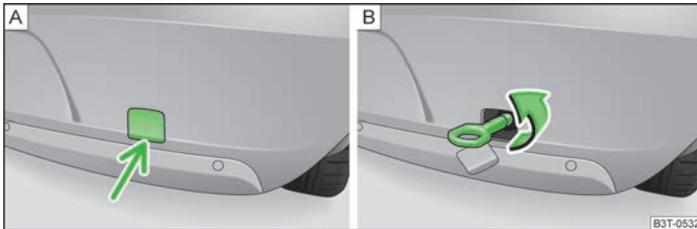

Abb. 182 Hinterer Stoßfänger: Ausbau der Abdeckkappe / Einbau der Abschleppöse
» Abb. 182 - **A** und diese herausnehmen.
- Die Abschleppöse nach links bis zum Anschlag einschrauben » Abb. 182 - **B** und diese so fest wie möglich anziehen. Für das Festziehen empfehlen wir, z. B. den Radschlüssel, die Abschleppöse eines anderen Fahrzeugs oder einen ähnlichen Gegenstand zu verwenden, der durch die Öse gesteckt werden kann.